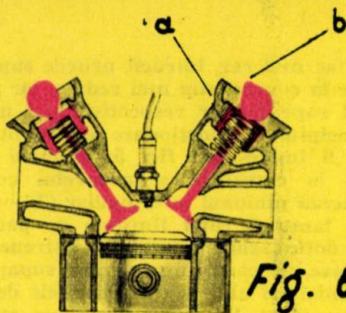
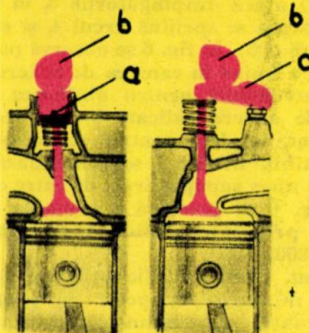
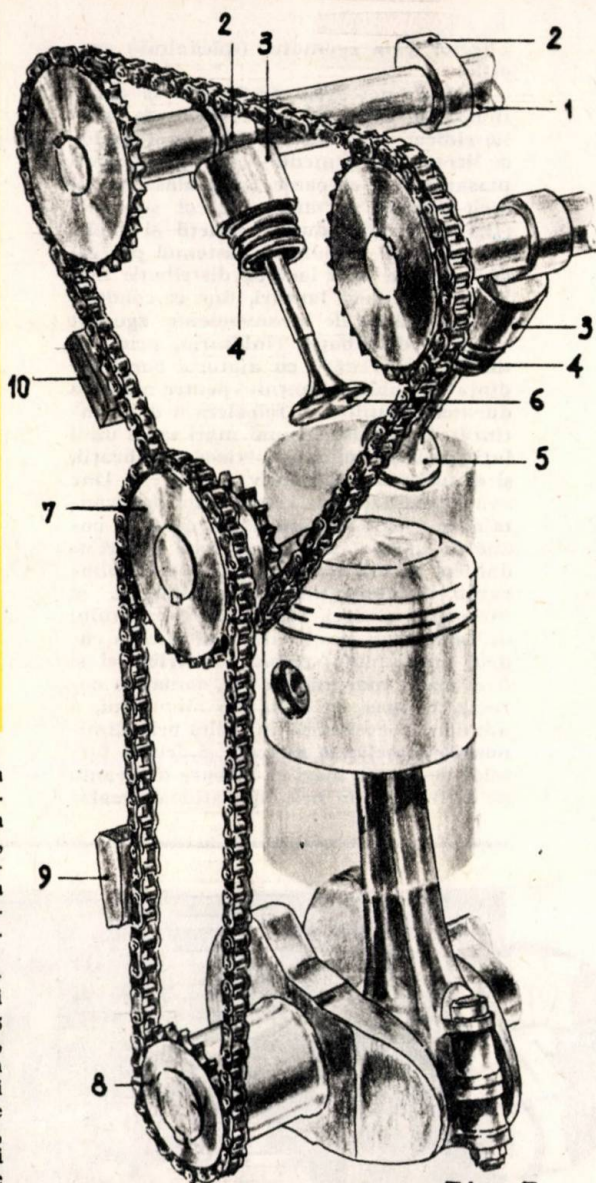

Fig. 6
Fig. 7 Fig. 8
Fig. 5
Pentru motoarele proiectate să funcționeze în condițiile unui regim de rotație ridicat — soluție specifică motoarelor de litraje mici și medii — s-a optat pentru plasarea axei cu came în chiulasă, astfel încât camele să «atace» direct supapele (fig. 5) eliminându-se tacheții și tijele, uneori chiar culbutorii. Sistemul pretinde existența unui lanț de distribuție mai lung, sau a două lanțuri, fapt ce conduce și la următoarele inconveniente: zgomot mare al distribuției (înlăturat, prin extinderea antrenării cu ajutorul curelelor dințate); dublarea lanțului pentru mărirea duratei de utilizare, folosirea a două înținzătoare de dimensiuni mari sau a unui înținzător și a unui amortizor de vibrații, și el supus uzurii relativ rapide etc. Dar avantajele depășesc importanța dezavantajelor: jocuri minime între came și cozile de supape, de unde un mai bun randament de umplere a cilindrilor, ameliorarea randamentului termodinamic al motorului și deci, reducerea consumului de carburant; accelerații mai mici în cadrul ansamblului pieselor distribuției și deci uzura mai mică a lor, comanda corectă, în «pas» cu cerințele motorului, a admisiei și evacuării, mai ales prin diminuarea maselor în mișcare și, deci, a forțelor de inerție mari ce tulbură diagrama de distribuție: în fine, operațiile de regla-
Principiul de funcționare al sistemului poate fi înțeles din fig. 5: pinionul (8) plasat în extremitatea arborelui cotit, acționează pinionul intermediar (7), oscilațiile lanțului fiind limitate de patină (9); al doilea lanț, cu patina 10, antrenează două axe cu came, una pentru supapele de admisie și alta pentru supapele de evacuare (Fiat 125, Fiat 124-Sport etc.); cama (2) atacă «împingătorul» 3, în interiorul căruia se sprijină arcul 4, și coada supapei (5 și 6). În fig. 6 se observă poziția centrală a bujiei în camera de ardere, soluție convenabilă pentru obținerea unei viteze de ardere ridicată a amestecului carburant, și, deci, pentru economia de combustibil. În fig. 7 se evidențiază acționarea unor supape direct de către camă și în fig. 8 se prezintă acționarea cozii supapei prin intermediul unui culbutor (Lada 1200, 1500).